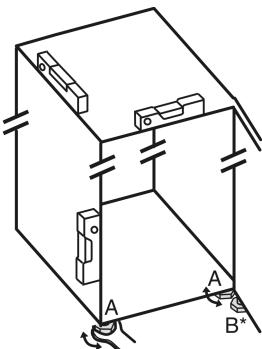

Fig. 8
► Відкручуйте ніжки Fig. 8 (A) наявним у комплекті гайковим ключем із відкритим зівом і за допомогою рівня, доки пристрій не стоятиме рівно на поверхні та його не буде вирівняно.
► Відкручуйте регульовану ніжку Fig. 8 (B) на опорному кронштейні наявним у комплекті гайковим ключем із відкритим зівом, доки вона не прилягатиме до підлоги.
► Поверніть регульовану ніжку Fig. 8 (B) ще на 90°.